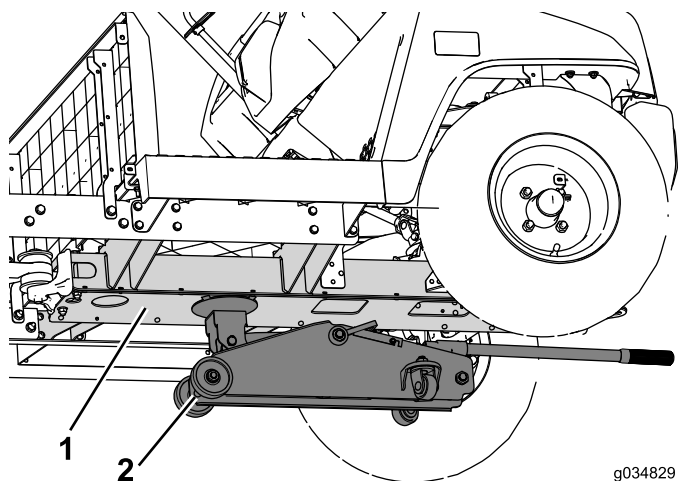

Figure 15
1. Placez un cric sous le profilé central pour soutenir l'avant de la machine (Figure 15).